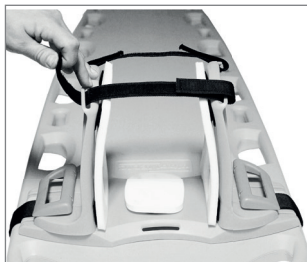

Bild 3
5. Befestigen Sie die beiden schmalen Fixiergurte an den Fixierrahmen. Zentrieren Sie die Gurte über dem Kinn und der Stirn des Patienten (Bild 3).